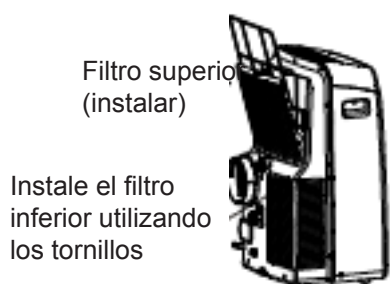

Fig. 24
- Montaje Instale el filtro de aire superior tras la limpieza, e instale el filtro inferior utilizando el tornillo (véase fig. 24)-